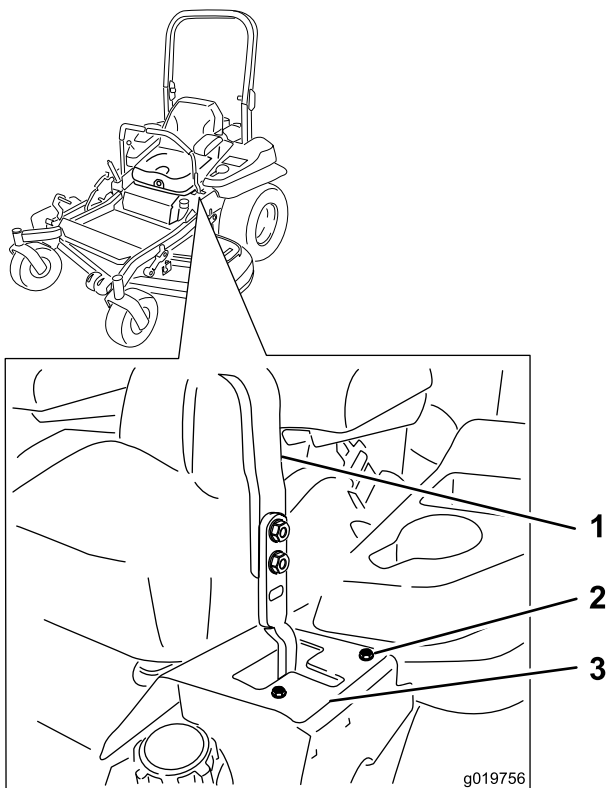

Figura 66
6. Si se desvía hacia la derecha, afloje los pernos y ajuste la chapa del tope izquierdo hacia atrás en la ranura en T de la izquierda hasta que la máquina avance en línea recta (Figura 66).
7. Si se desvía hacia la izquierda, afloje los pernos y ajuste la chapa del tope derecho hacia atrás en la ranura en T de la derecha hasta que la máquina avance en línea recta (Figura 66).
8. Apriete la chapa del tope (Figura 66).